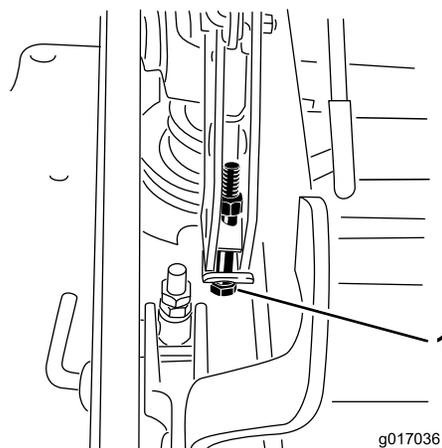

Figure 93
13. Si le plateau est trop bas, serrez le boulon de réglage monopoint dans le sens horaire. Si le plateau est trop haut, desserrez le boulon de réglage monopoint dans le sens antihoraire (Figure 93).